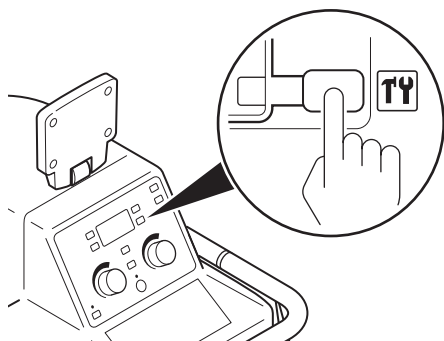

図4 - システム設定にアクセス
3. コントロールパネルで、SYSTEM SETUP (システム設定) 画面が表示されるまで、プッシュボタンを押したまま保持します (図4)。